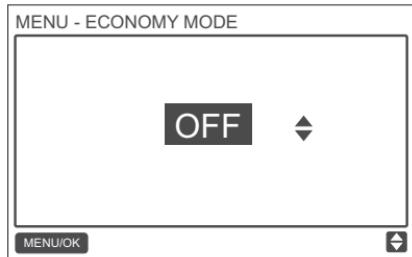

Fig. 64 - Ajuste del ECONOMY MODE
Pulse TEMP UP ▲ o TEMP DOWN ▼ para ajustar si el modo económico está activado (ON) o desactivado (OFF), como se muestra en la Fig. 64.